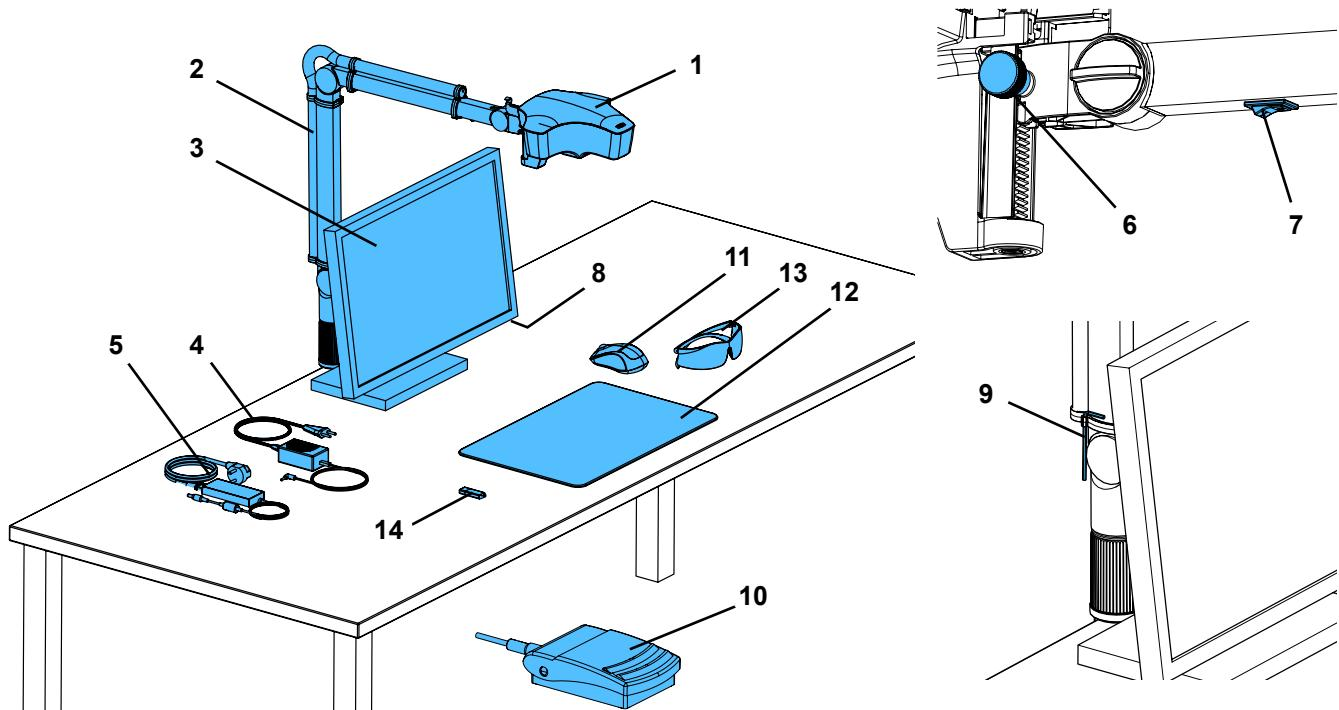

Fig. 1
- ⇒ Collocare il piano di appoggio (12, Fig. 1) sul tavolo di lavoro.
⇒ Collocare il mouse (11, Fig. 1) accanto al piano di appoggio.
⇒ Collocare l'interruttore a pedale (10, Fig. 1) sotto il tavolo e inserire il cavo dell'interruttore a pedale nell'interruttore a pedale.